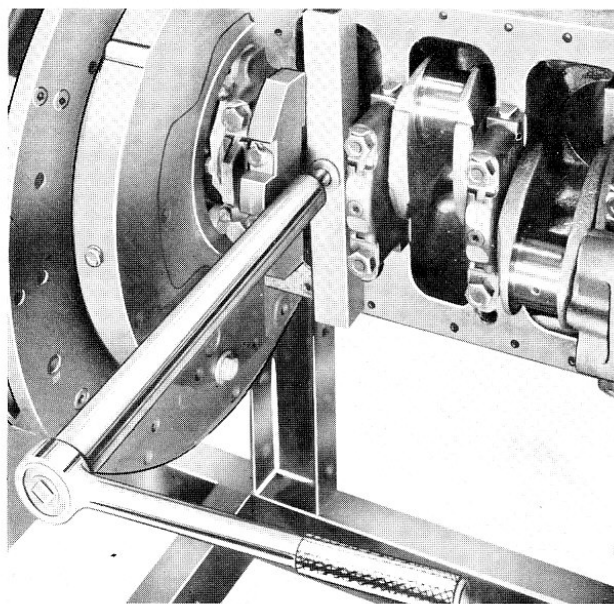

Fig. 46
- 7° Mettre en place la tige filetée et placer contre la traverse une rondelle plate et l'écrou-tube (fig. 46).